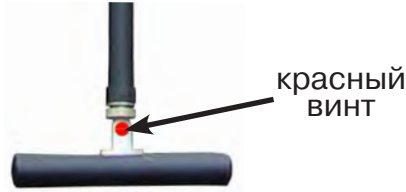

Рис. 6.4
По направлению «стрелки» можно отличить «свой» сигнал от «чужого», поскольку направление тока в «своей» коммуникации противоположно «перенаведенным» токам, протекающим по «чужим» коммуникациям. Направление сигнала - вперед (↗) является условным понятием и «назначается» оператором для данного положения датчика относительно данной трассы, которое фиксируется оператором по метке в виде красного винта (рис. 6.4), расположенной на одной из сторон датчика ЭМД-247.
4. «Назначение» производится нажатием кнопки **f** при расположении датчика точно над «выделенной» коммуникацией, считающейся «своей». После этого указатель направления сигнала приобретает вид - (↘). При переходе на «чужую» коммуникацию с другим «направлением сигнала» (или при изменении положения датчика на «обратное») раздастся звук и стрелка покажет «направление сигнала - назад (↙)» (рис. 6.4)